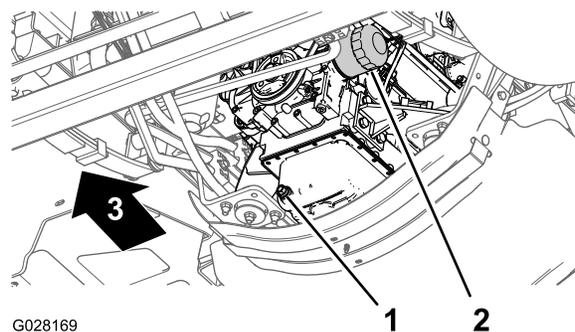

Figure 79
3. Placez un bac de vidange sous le filtre à huile moteur (Figure 79).
4. Retirez le filtre à huile usagé (Figure 79).
8. Posez le filtre à huile sur l'adaptateur et vissez le filtre dans le sens horaire jusqu'à ce que le joint en caoutchouc touche l'adaptateur, puis serrez encore le filtre d'un demi-tour (Figure 79).
1. Placez un bac de vidange sous le bouchon de vidange (Figure 79).
2. Enlevez le bouchon de vidange (Figure 79) pour permettre à toute l'huile de s'écouler.